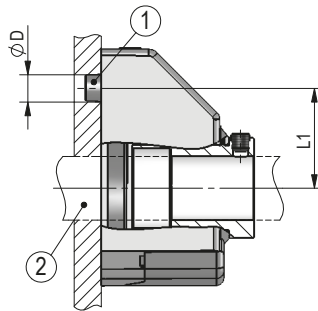
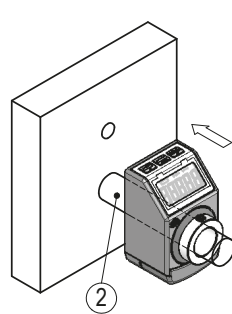
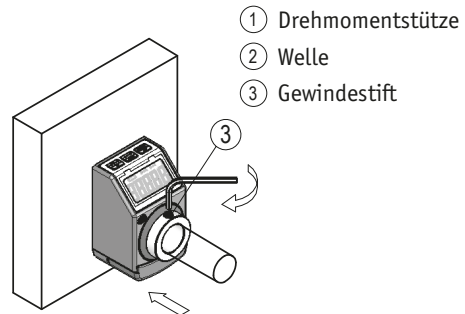

Abb. 1: Einbaumaße
Abb. 2: Montage
Abb. 3: Anzugsmoment
- ▶ Sorgen Sie für einen geringen Wellen- und Winkelversatz zwischen Welle und Aufnahmebohrung durch geeignete Fertigungsmaßnahmen (siehe **Abb. 1** + **Tab. 1**).
### Vorbereitung Montage (Abb. 1, Abb. 2, Abb. 3):
### Montage (Abb. 1, Abb. 2, Abb. 3):